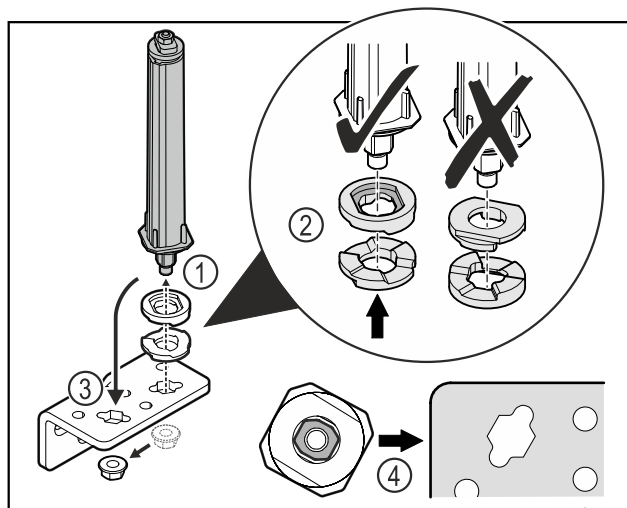

Fig. 36
- ▶ Desfaceți piulița și îndepărtați sistemul de închidere a ușii Fig. 36 (1).
- ▶ Aveți în vedere alinierea corectă a șaibelor de reglaj pe înălțime Fig. 36 (2).
- ▶ Mutați sistemul de închidere a ușii în colțarul balamalei și fixați cu piulița Fig. 36 (3).
- ▶ La utilizare aveți în vedere alinierea corectă a sistemului de închidere a ușii Fig. 36 (4).